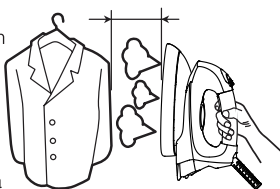

Fig.8
- Siga el procedimiento de planchado a vapor y, a continuación, coloque la plancha en posición vertical alejada cerca de 5 a 15 cm de los tejidos suspendidos. Presione el botón de salida de vapor para que se cree vapor en vertical. Esta funcionalidad se usa especialmente para retirar dobleces de piezas de ropa y cortinas suspendidas. Nunca apunte con el vapor hacia personas. (Fig.8)